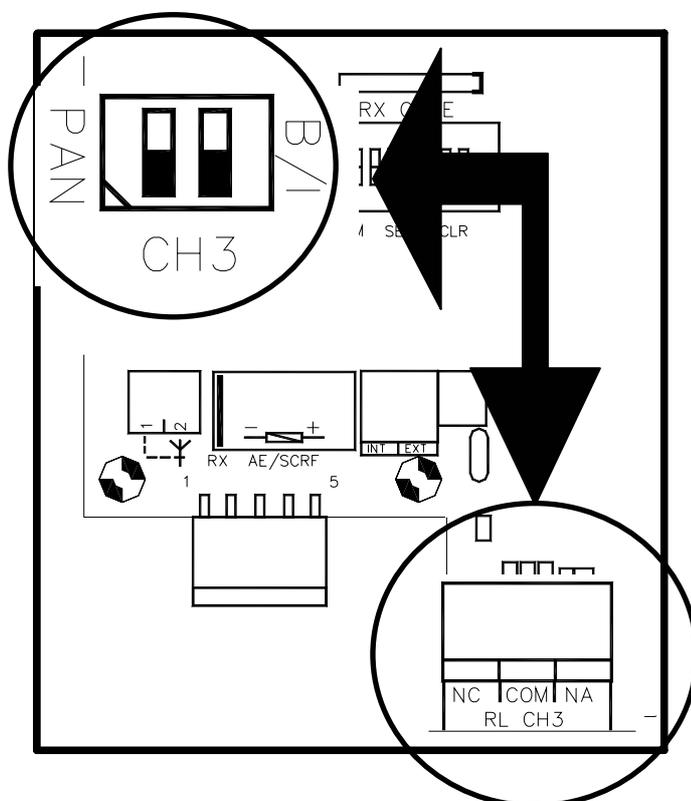

Fig. 6
L'activation du relais "RL CH3" peut être sélectionnée par un dip-switch (voir Fig.6), en fonctionnement impulsif ou bistable. Déplacer le dip-switch "CH3" dans la position "B"(en haut) pour avoir la fonction bistable; déplacer le dip-switch "CH3" dans la position "I"(en bas) pour avoir la fonction impulsive.
1. 6 Fonction anti-panique. Pour abilitier cette fonction, positionner le dip-switch "CH3-PAN" vers haut (voir Fig.6). En maintenant la touche à droite de l'émetteur pressée, soit